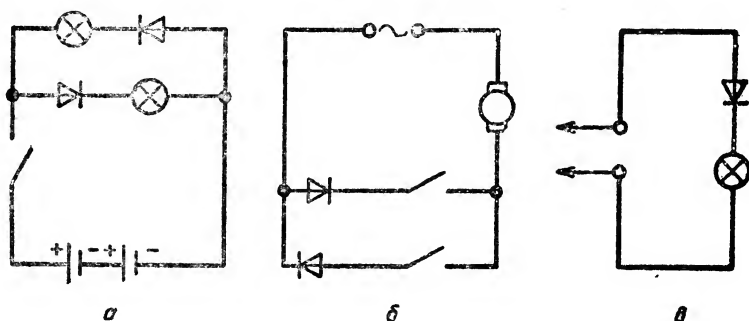

Рис. 70. Схемы (а — в) электрической цепи (к заданию).
- 21 1. В чем состоит основное свойство полупроводникового диода? 2. Как проверить исправность полупроводникового диода? 3. Соберите электрическую цепь по схеме на рисунке 70, а и замкните ее. Поменяйте полярность подсоединения источника тока (при разомкнутом выключателе). Снова замкните цепь. Что изменилось? 4. Объясните, почему при замыкании цепи разными выключателями изменяется направление вращения ротора электродвигателя в цепи, изображенной на рисунке 70, б. Что будет, если одновременно замкнуть два выключателя? 5. Соберите электрическую цепь пробника с полупроводниковым диодом (рис. 70, в) и определите положительный и отрицательный полюсы батареи для карманного фонаря.